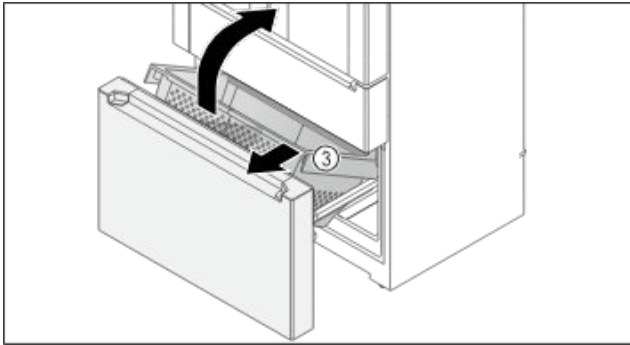

Fig. 150
- ▶ Behälter Fig. 150 (3) vorne hochheben.
- ▶ Behälter Fig. 150 (3) schräg nach vorne entnehmen.